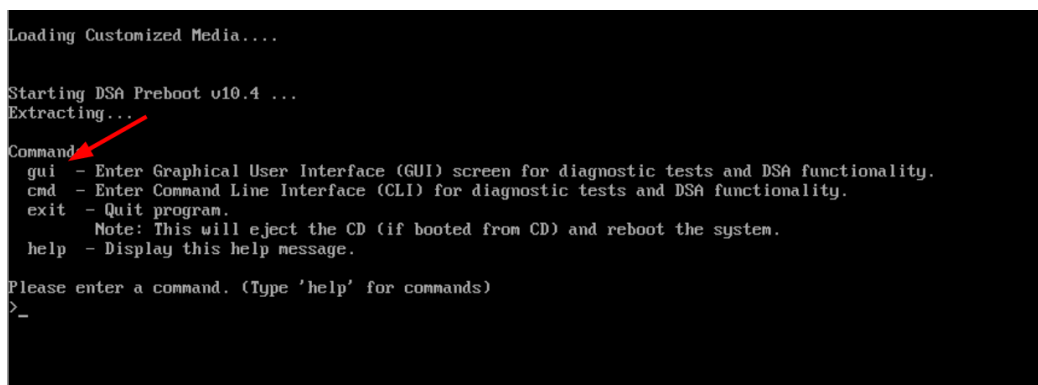

图 11: DSA 预启动版文本屏幕提示
4. DSA 将使用文本屏幕提示来启动。请输入 gui 并按 Enter 键，如图 11 所示；